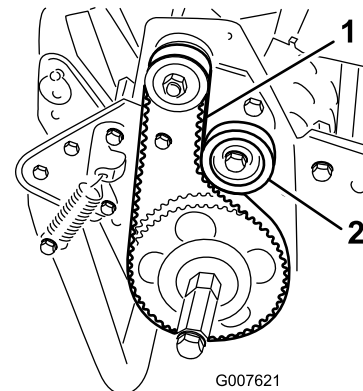

図 38
2. プーリ間の中央部で 図 38、1822N (1.82.3kg) 程度の力でベルトを指で押して張りを点検する。